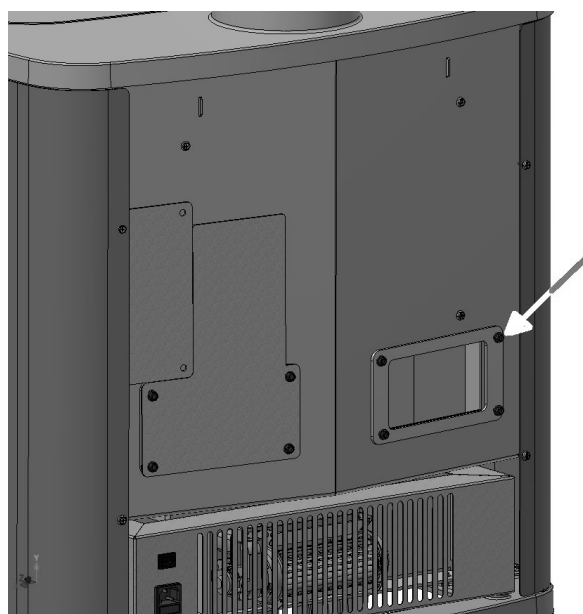

Fig. 14 - Retirer les vis
- Ouvrir le bouchon de nettoyage en dévissant les 4 vis CH 8 (voir **Fig. 14**).